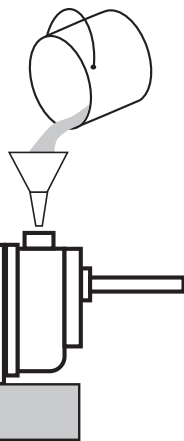

Figura 4
Paso 3. Llene la bomba y la tubería de succión con agua (Figura 4).